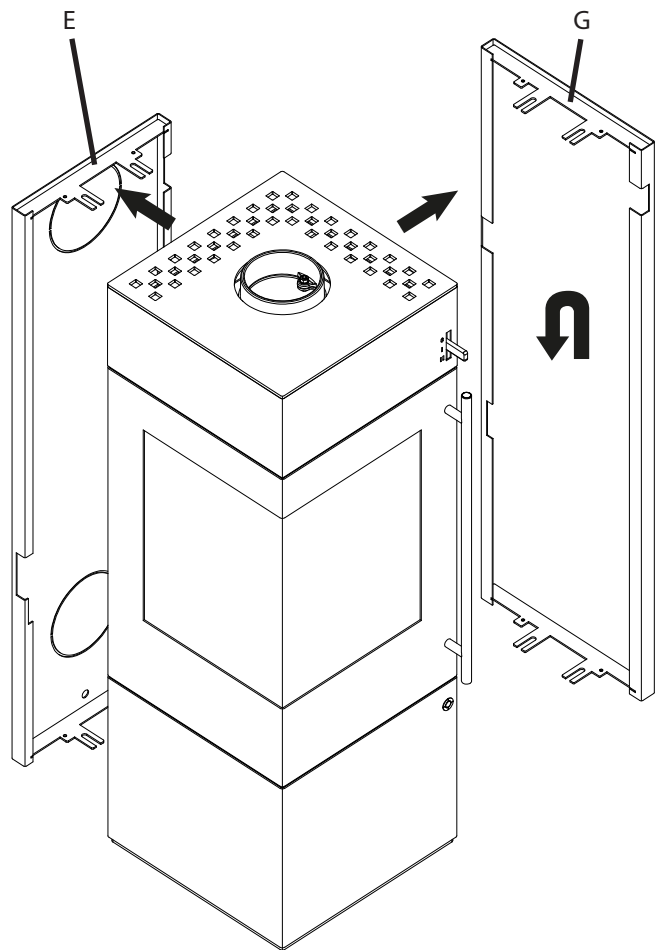

Fig.3
- Rückwand (E) und Seitenwand (G) abnehmen und tauschen (siehe Fig.3+4).